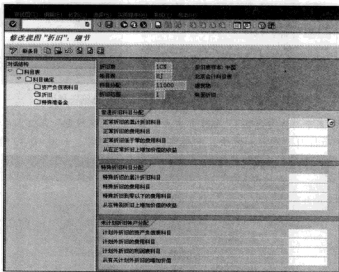

图 10-46 为“折旧定义”对应的总账科目分配
STEP 4 同样选择某一条“科目分配”记录，然后单击左栏中的“折旧”选项，就可以在右栏中定义对应的总账科目分配，如图 10-46 所示。